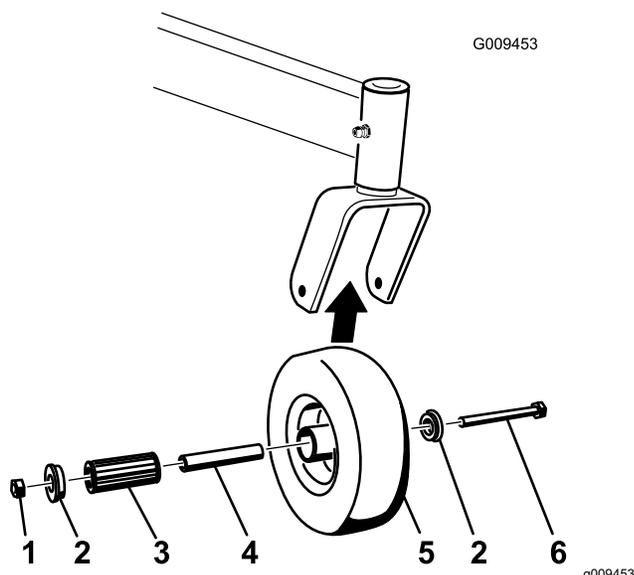

Рисунок 68
1. Удалите контргайку и колесный болт, с помощью которых поворотное колесо крепится квилке (Рисунок 68).
- Снимите одну из втулок, затем извлеките распорную втулку и роликовый подшипник из ступицы колеса (Рисунок 68).
- Извлеките вторую втулку из ступицы колеса и удалите всю смазку и грязь из ступицы (Рисунок 68).
Примечание: Замените поврежденные или изношенные детали (Рисунок 68).
- Вставьте одну втулку в ступицу колеса (Рисунок 68).
- Смажьте роликовый подшипник и распорную втулку и вставьте их в ступицу колеса (Рисунок 68).
- Вставьте вторую втулку в ступицу колеса (Рисунок 68).
- Установите поворотное колесо в вилку поворотного колеса и закрепите при помощи колесного болта и контргайки (Рисунок 68).
- Затяните контргайку так, чтобы распорная втулка была прижата к внутренней поверхности поворотных вилок (Рисунок 68).